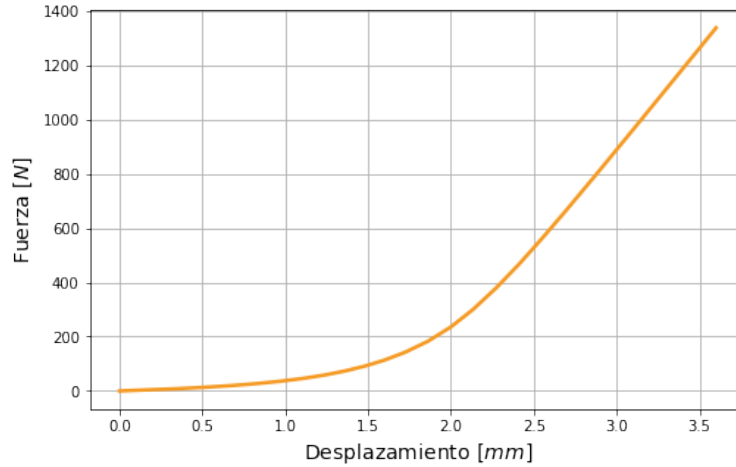

Figura 1: Gráfico de Fuerza vs. Desplazamiento
- a) En primer lugar, se generó un gráfico de fuerza vs. desplazamiento a partir de la simulación realizada. Para ello, se integraron las tensiones en los nodos en los que se impuso el desplazamiento mediante la función *Integrate* del *software* FEBio. El resultado se muestra en la Figura 1.